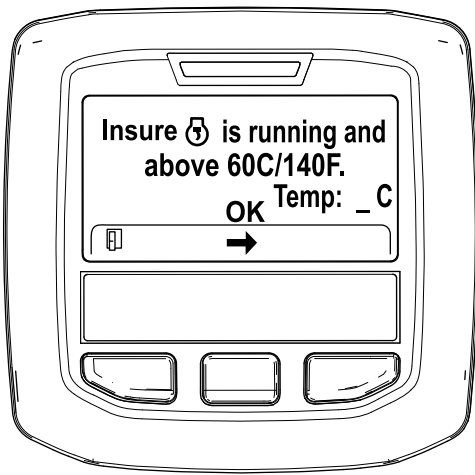

Figura 51
- Se a temperatura do líquido de refrigeração for inferior a 60°C, surge a mensagem "Insure  is running and above 60°C/140°F" (Confirme que está a trabalhar e acima de 60°C/140°F) (Figura 51).